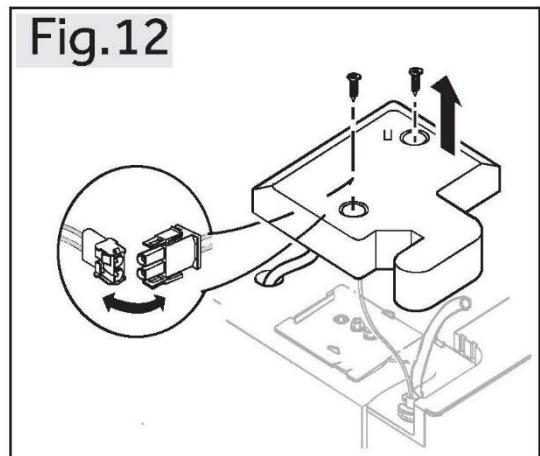

Fig.12
- Draai de schroef van het scharnierdeksel los en verwijder het deksel (afb. 12). Maak bij het verwijderen van de vriezerdeur alle draden los, behalve de aardedraad.